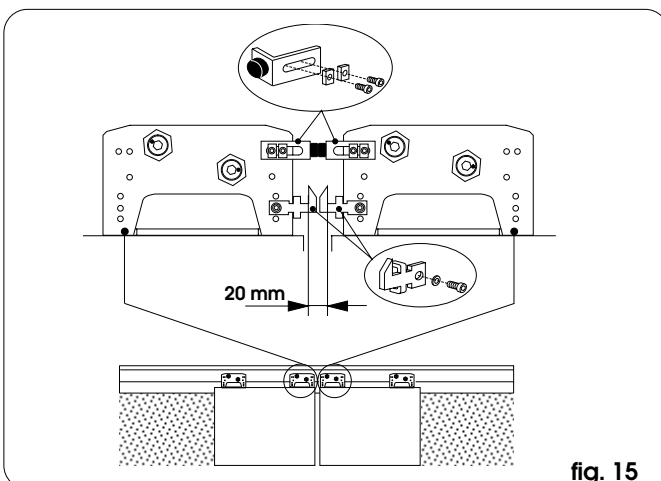

fig. 15
- Sur les portes à double vantail: monter les butées de fermetures, sur les chariots internes d'après la fig. 15; si on utilise le verrou, fixer les crochets sur les chariots internes d'après la fig. 15 dans le trou central parmi les trois qui sont prévus.
- Sur les portes à double vantail: régler les butées montées sur les chariots internes de manière à laisser un espace de quelques millimètres entre les vantaux fermés; si on utilise le verrou, vérifier, lorsque les vantaux sont fermés, que les crochets montés sur les chariots internes respectent la cote de la fig. 15 (si la cote relevée est supérieure, rapprocher les deux chariots internes).